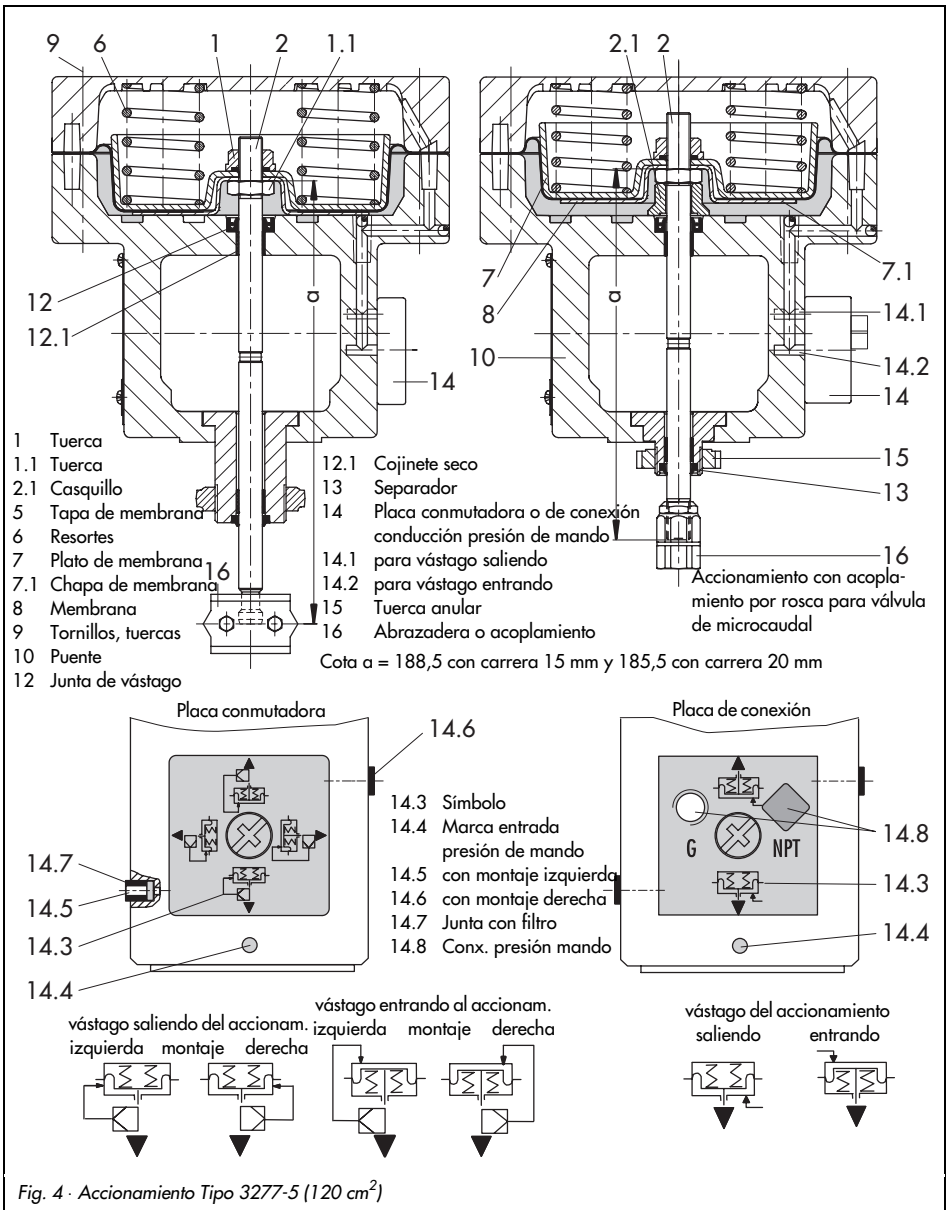

Fig. 4 · Accionamiento Tipo 3277-5 (120 cm²)
Accionamiento Tipo 3277-5 (fig. 4)
- ▶ La placa conmutadora se debe girar según cual sea la posición de seguridad de forma que el símbolo (14.3) coincida con la marca (14.4), ver fig. 4 abajo a la izquierda. El montaje a la izquierda o a la derecha lo determina el sentido de actuación del posicionador (>>) o (<>).
- ▶ La placa de conexión se debe girar según cual sea la posición de seguridad de forma que el símbolo (14.3) coincida con la marca (14.4), ver fig. 4 abajo derecha.